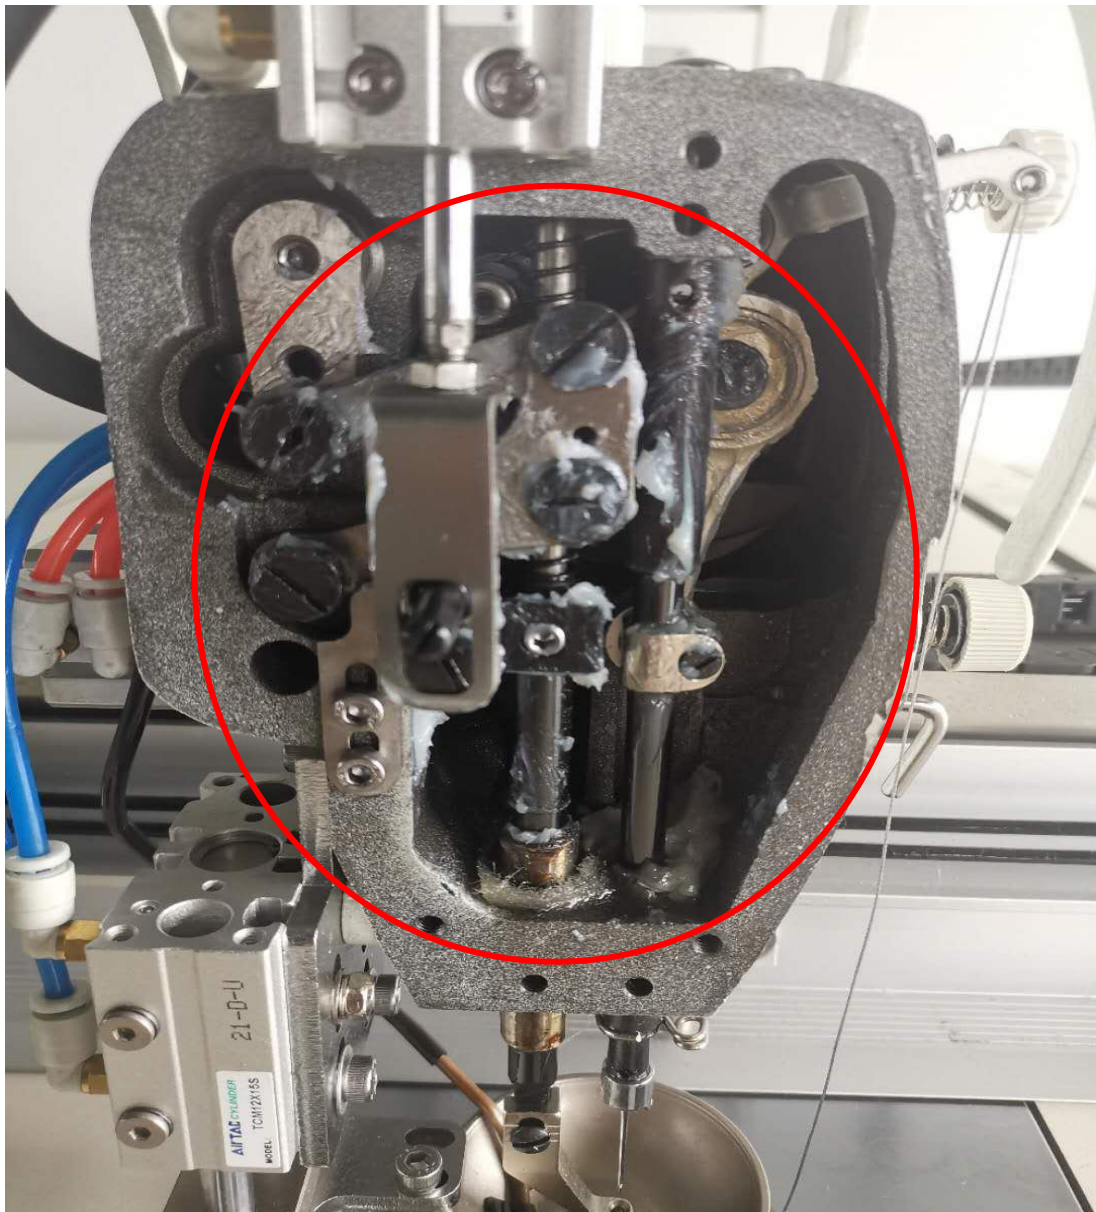

图 8
- 3) 打开机头盖板，将线毛等残留物用气枪吹干净，然后用缝纫机油把针杆、压杆、各连杆和挑线杆等机头部件清洗干净，然后在其各部件抹上润滑油，保证长期润滑，使部件长期耐磨。（如图 8）